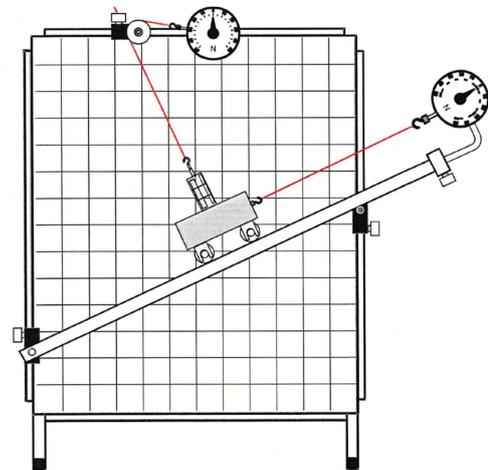

Abbildung 17: Versuchsgerät TM110.01;
- TM1: Kräfte an der schiefen Ebene (Abbildung 17): Klotz mit Rollen auf schiefer Ebene: